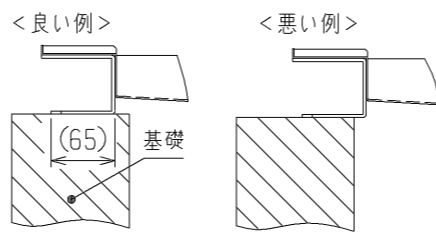

図1
4. 基礎はドレンパンの梁部分を十分に支持出来る様に施工してください。（図1参照）